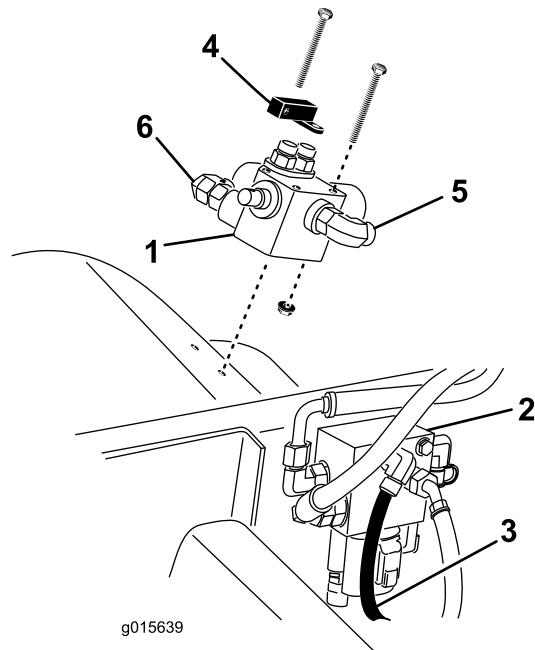

Figura 5
9. Monte la válvula de control y la maneta en el guardabarros derecho con 3 pernos ($\frac{1}{4}$ " x $2\frac{3}{4}$ ") y contratuerca con arandela prensada de $\frac{1}{4}$ ", como se muestra en Figura 5.
10. Coloque un recipiente de drenaje debajo del colector de elevación (Figura 5).
11. Desconecte la manguera de dirección (Figura 5), del conector superior lateral del colector (la manguera viene de la válvula de dirección).
12. Conecte la manguera de 30,5 cm a la manguera de dirección desconectada y al acoplamiento de 90 grados en el lado del operador de la válvula de control (Figura 5).
13. Conecte la manguera hidráulica más larga con los acoplamientos rectos (incluidos en el kit) al puerto vacante en el colector y al acoplamiento de 90 grados en el lateral exterior de la válvula de control (Figura 5).